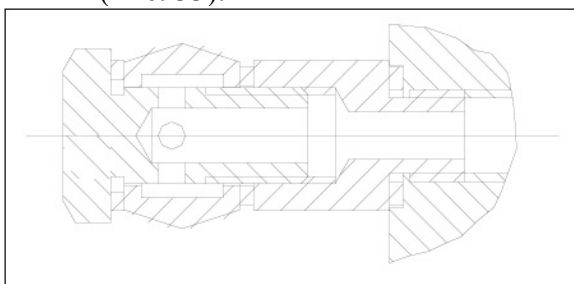

Рис. 33
- Подключите гидростанцию к гидросистеме гибким шлангом (Рис. 33).
- Подъемник способен работать при напряжении 400В в трёх-фазной конфигурации; если напряжение электрической сети иное, то необходимо изменить подключение электродвигателя и трансформатора (Рис. 33). Также необходимо заменить термодатчик, запросив замену у производителя и/или сервисного центра.